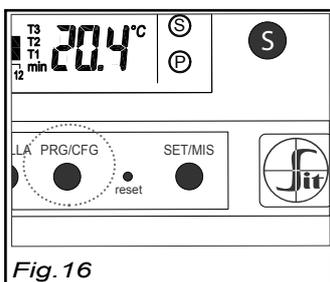
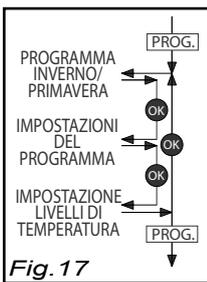

Fig. 16
Fig. 17
- Per entrare nella modalità di programmazione, utilizzare il tasto **PRG/CFG** (Fig. 16). Ogni singola voce selezionata inizia a lampeggiare secondo lo schema di Fig. 17: